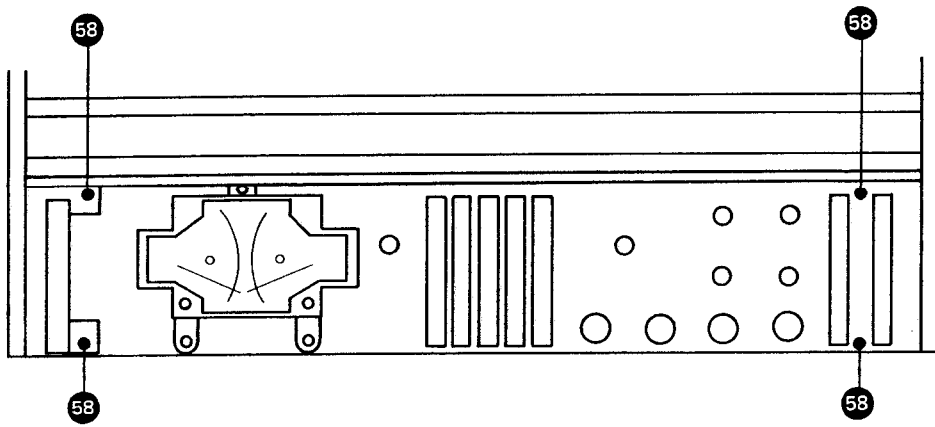

Fig. 3.22.—8
- auf richtige Lage und Kontaktgabe der Erdungsfedern (57) (Fig. 3.22. - 7) achten.
- Observe correct positioning of contact springs (57) (fig. 3.22. - 7) to ensure proper contact.
- Prendre garde au positionnement correct des ressorts de mise à la masse (57) (Fig. 3.22. - 7).
- alle (7) Steckverbindungen die zum Frontchassis führen, lösen.
- 4 Schrauben (58) (Fig. 3.22. — 8) des Frontchassis lösen.
- Beim Einbau auf richtige Lage und Kontaktgabe der Erdungsfedern (57) achten.
- Disconnect all (7) plug-in connections which lead to the front chassis.
- Remove 4 screws (58) (fig. 3.22. — 8) from the front chassis
- During re-assembly observe correct positioning of earthing springs (57) to ensure proper contact.
- Débrancher les (7) raccords qui mènent à la partie frontale du châssis.
- Oter les 4 vis (58) (Fig. 3.22. — 8) de la partie frontale du châssis.
- Au remontage prendre garde à la position correcte des ressorts de masse (57).